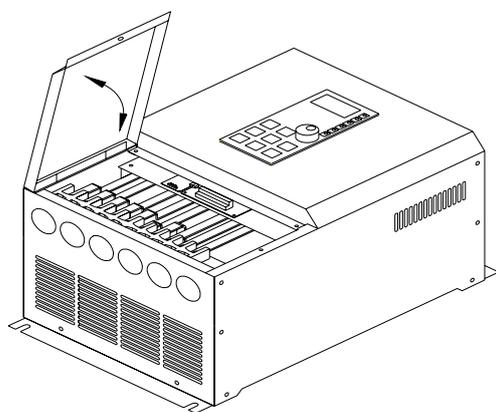

图 1-7 5.5KW 以上金属外壳机型面盖的拆卸和安装图（金属机壳）
1.8.2.1 5.5KW 以上金属外壳机型的面盖拆卸和安装（见图 1-7）